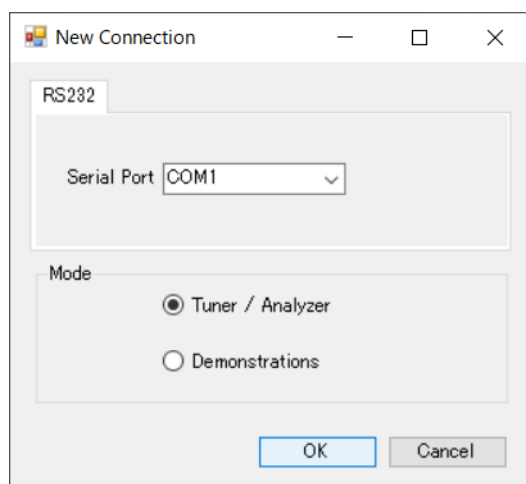

図 4-1 「New Connection」ダイアログ
- (6) 解凍した実行ファイル(RZT2H_Motion_Control_Utility.exe)をダブルクリックして、RZ/T2H Motion Control Utility を起動します。
- (7) 「New Connection」ダイアログ(図 4-1)の「Serial Port」コンボボックスで接続する COM ポート番号を指定、「OK」ボタンを押下して、通信を確立します。